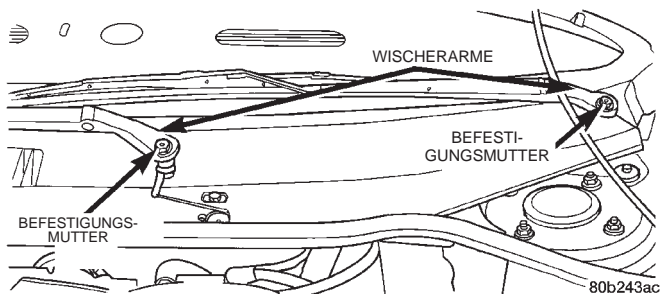

Abb. 3 Befestigung/Wischerarm an Gelenkbolzen
(4) Schutzkappen von den Gelenkbolzen der Wischerarme abnehmen, so dass die Befestigungsmuttern der Wischerarme freiliegen. Die Muttern der Wischerarme (Abb. 3) abschrauben.